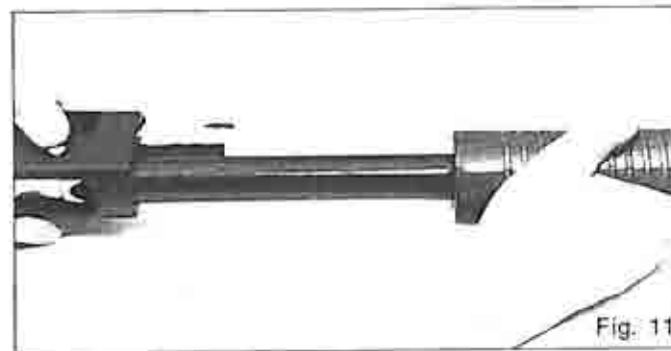

Fig. 11
- d5. Tenendo rovesciato, sopra un piano, il gruppo calcio culatta con finestra d'espulsione verso l'alto e tenendo pure premuto il bottone di svincolo, con la mano destra impugnare la manopola e spingerla verso l'avanti, facendo fuoriuscire il gruppo otturatore dalla culatta (Fig. 11).
Place the stock-receiver assembly on a surface, the ejection port uppermost, press the cartridge latch button, and at the same time with the right hand clasp the breech bolt handle and push it forward; the breech bolt assembly will come away from the receiver (Fig. 11).
En tenant l'ensemble crosse-boîte de culasse sur une surface, avec la fenêtre d'éjection vers le haut, appuyer sur le poussoir d'arrêt de culasse et saisir en même temps le devant bois par la main droite et le pousser vers l'avant, en faisant sortir l'ensemble culasse mobile de la boîte de culasse (Fig. 11).